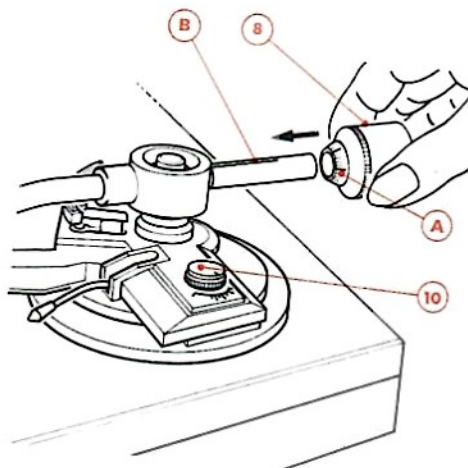

Fig. 3
- L'équilibrage du bras ayant été effectué tourner la bague graduée (A) du contrepoids, pour mettre le chiffre zéro en face du repère fixe (B) (Voir Fig. 3).
- Visser l'ensemble contrepoids (8) et bague (A) pour mettre le chiffre 2 de la bague en coïncidence avec le repère fixe (B).